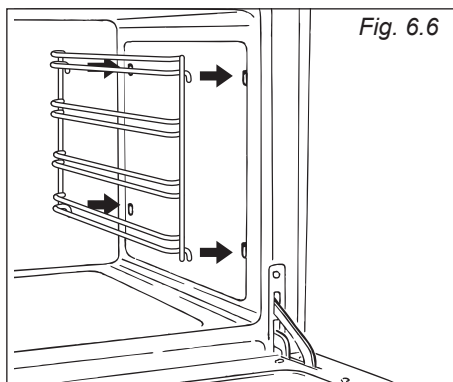

Fig. 6.6
- Agganciare i telai laterali ai fori delle pareti laterali dell'interno del forno (fig. 6.6).